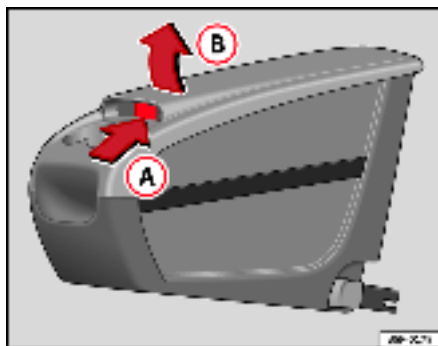

Fig. 113 Rangement mobile. Ouverture
- Levez le couvercle (B), par la zone (A) ⇒ page 149, fig. 113.